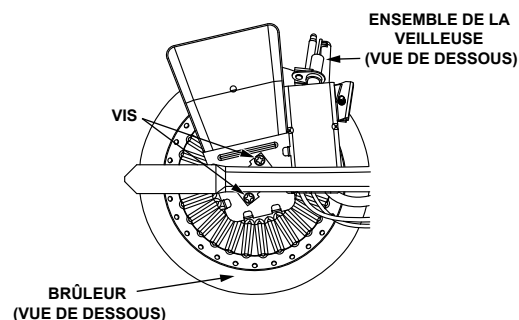

FIGURE 22.
1. Pour enlever le brûleur, retirer les deux (2) vis situées en dessous.
2. Vérifier si le brûleur est sale ou obstrué. Celui-ci peut être nettoyé à l'eau chaude savonneuse (Figure 22). **IMPORTANT :** NE PAS enlever l'orifice.
8. En se servant de la vis de la veilleuse qui a été enlevée plus tôt, attacher le nouvel ensemble veilleuse/thermopile et le protecteur de la veilleuse. Rattacher le brûleur au collecteur en se servant des vis qui ont été enlevées plus tôt. **REMARQUE** : S'assurer que le godet du brûleur soit orienté du côté veilleuse du tube du collecteur (Figure 22).